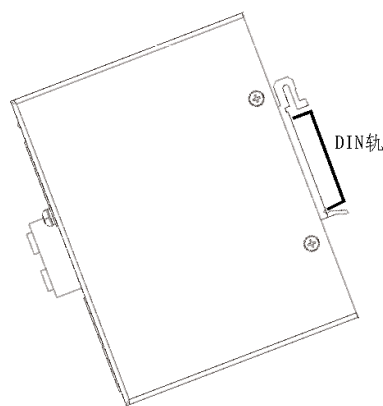

图 3-1 BOS100 安装方式图
大多数的工业应用采用 35mm 标准 DIN 卡轨式安装，其安装尺寸如图 3-1 所示。
- 如上图 3-1 中所示，将 DIN 轨卡入 DIN 卡轨连接座，确认 BOS100 数据光端机设备可靠地安装到 DIN 轨上。